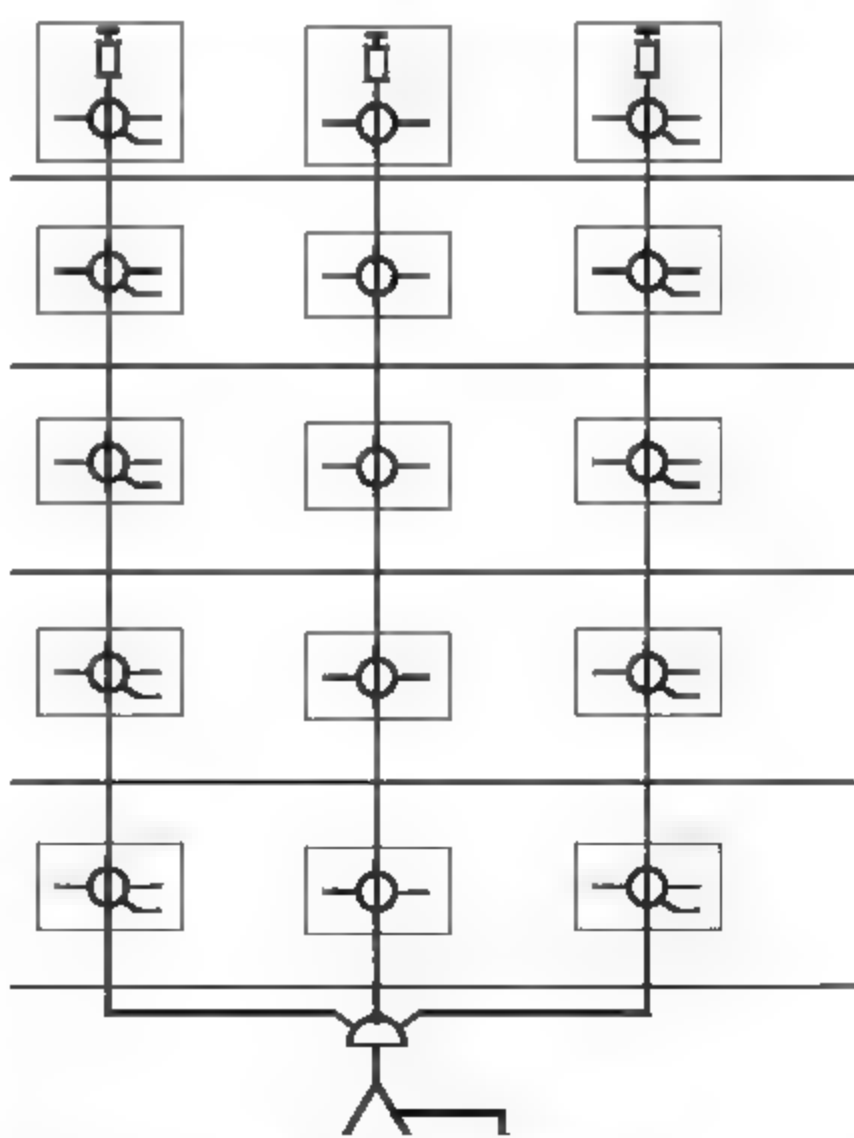

图13-37 绘制线路
**08** 调用PL【多段线】命令，设置【宽度】为50，绘制如图13-37所示的线路连接分配器。